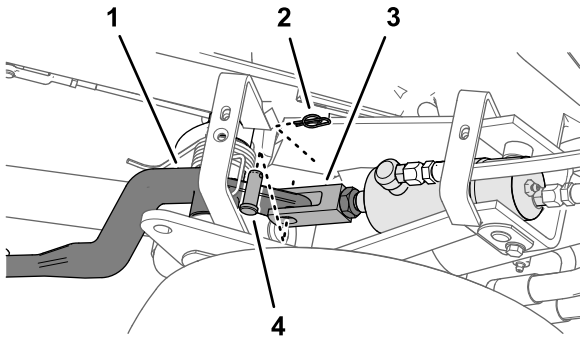
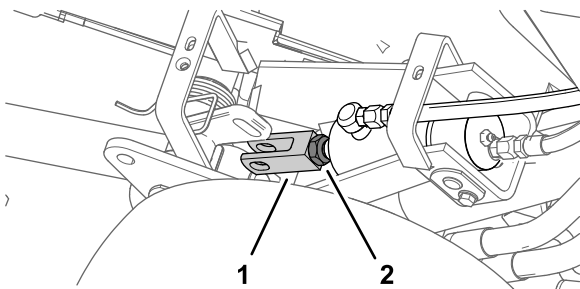

图 52
图 53
3. 松开将叉型接头固定至待调节滚刀组提升油缸的锁紧螺母图 52。
4. 取下固定销和 U 形销图 52
5. 旋转 U 形销直至达到所需的高度图 53。
6. 使用 U 形销和固定销将叉型接头固定到提升臂上然后拧紧锁紧螺母图 52和图 53。